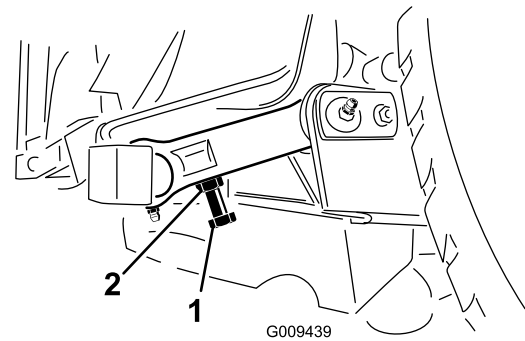

Bild 27
3. Sie können den Abstand mit der Einstellschraube am hinteren Gelenkverbindungsteil des Mähwerks einstellen (Bild 27). Lösen Sie die Klemmmutter an der Einstellschraube. Lösen oder ziehen Sie die Einstellschrauben an, bis ein Abstand von 10 bis 16 mm erreicht ist. Ziehen Sie dann die Klemmmutter fest.